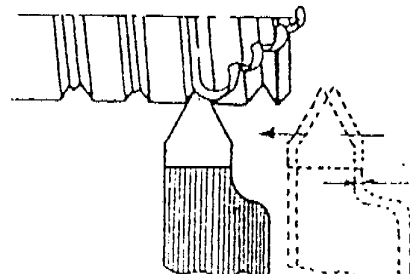

Figura 9 - 2ª pasada
- f. Repita las indicaciones d y e, trasladando la herramienta longitudinalmente en sentido contrario al de la indicación e ( Figura 9 ).